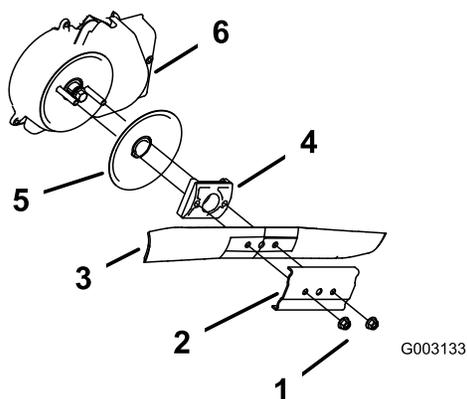

Figura 45
3. Togliete i due dadi della lama ed il rinforzo (Figura 45).
4. Togliete la lama (Figura 45).
5. Montate la lama nuova (Figura 45).